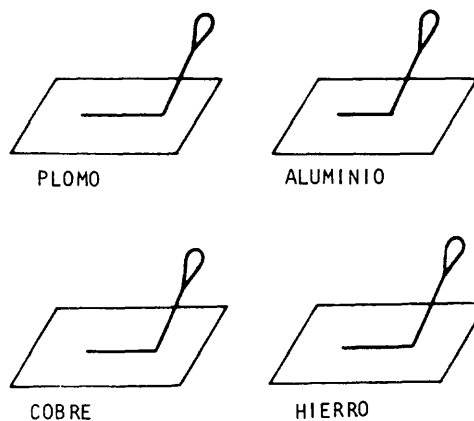

Fig. 1
- 2 Raye su superficie con el rayador (fig. 1).